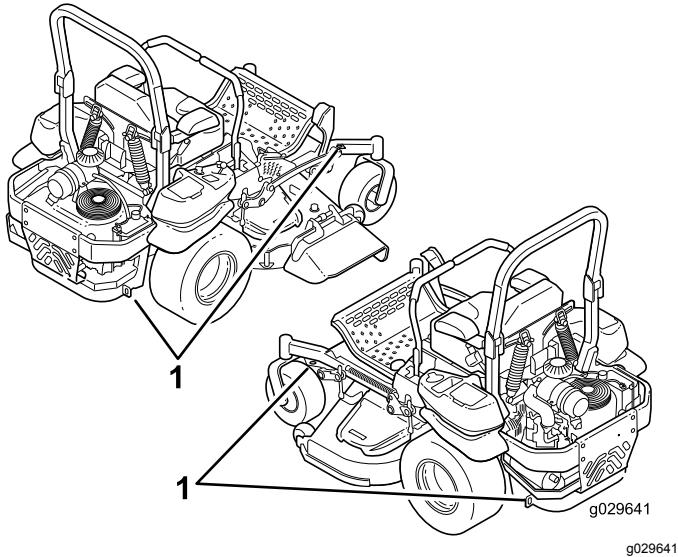

Figure 40
5. Servez-vous des points d'attache en métal de la machine pour arrimer solidement la machine sur la remorque ou le véhicule utilitaire avec des sangles, des chaînes, des câbles ou des cordes (Figure 40).